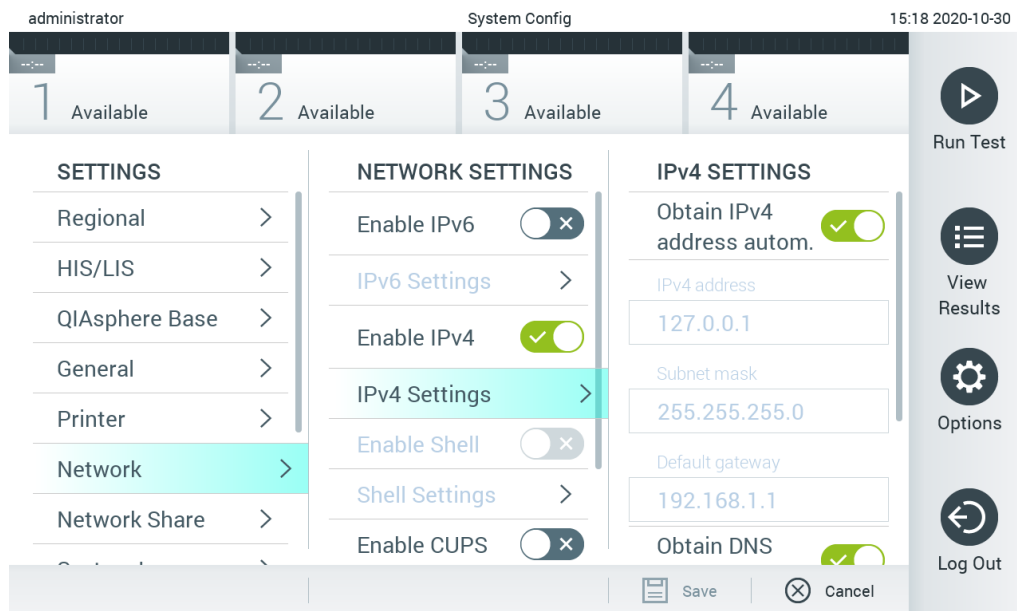

Рис. 68. Настройка сетевого соединения.
2. В списке настроек в левом столбце выберите пункт **Network** (Сеть) (рис. 68).